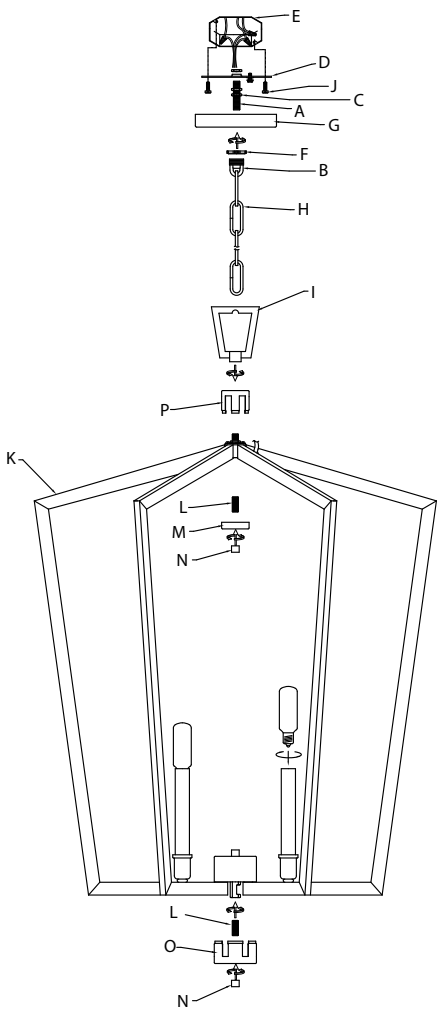

Fig.1
- Rotate the arms to the correct positions (Fig.1)
- 10) Gire los brazos a las posiciones correctas. (Fig.1)
- 9) Tournez les bras aux positions correctes (Fig.1)